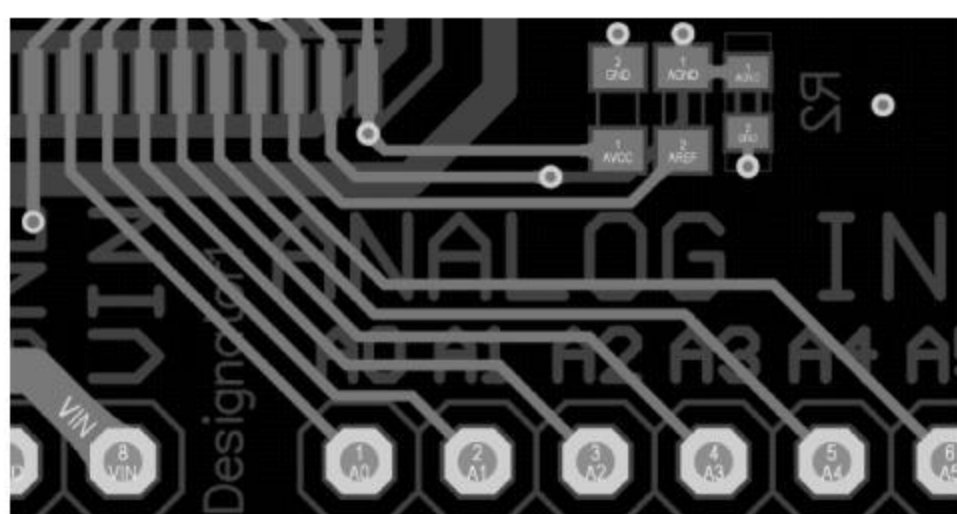

图 5-41 优化后的走线
(2) 执行菜单栏中的“布线”→“优化选中的走线”命令,或者按快捷键 Ctrl+Alt+G,进行优化。优化后的走线如图 5-41 所示。